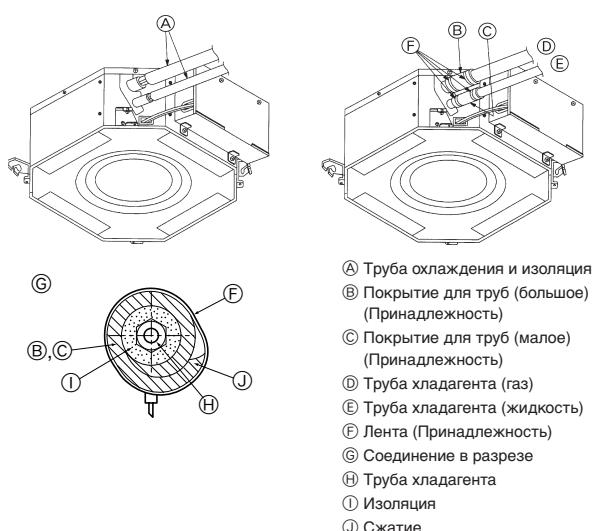

Fig. 3-3
⑨ Нанесите машинное масло охлаждения на всю поверхность области присоединения муфты.
3.3. Внутренний прибор (Fig. 3-3)